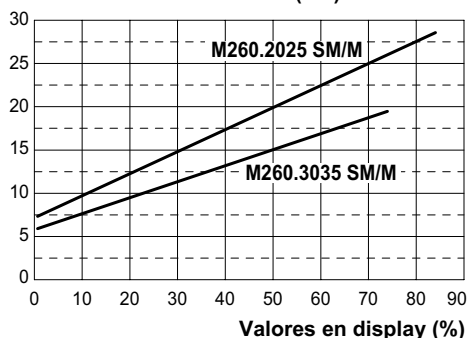
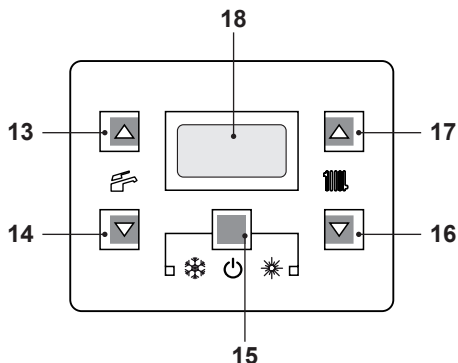
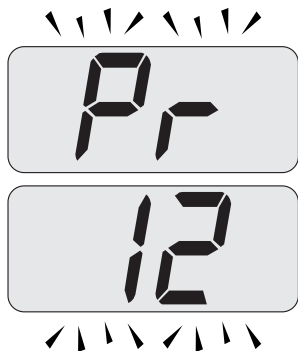

Figura 7.9
Figura 7.12
Figura 7.14
La regulación de la potencia útil en funcionamiento de calefacción es independiente de la configurada para el agua sanitaria. El gráfico de la Figura 7.9 muestra cómo varía la potencia útil de la caldera al modificarse el valor ajustado en la tarjeta de control.
- Entre en la "modalidad de programación" pulsando simultáneamente durante 10 segundos los botones 15 - 16 - 17 (Figura 7.12) hasta que aparezcan en la pantalla LCD las letras **Pr** alternadas con el código **01**, que indican la entrada en el "parámetro 01" (Figura 7.13).
- Desplace los parámetros mediante los botones 16 o 17 hasta que aparezcan en la pantalla LCD las letras **Pr** alternadas con el código **12**, que indican la entrada en el "parámetro 12" (Figura 7.14).
- Pulse simultáneamente los botones 15 y 17 (Figura 7.12) hasta que aparezca en la pantalla LCD el valor del parámetro 12 (Figura 7.15) (74 = M260.2025 SM/M o 84 = M260.3035 SM/M).
- Usando los botones 16 o 17 (Figura 7.12) se puede modificar el valor del parámetro 12 (consultese el gráfico Figura 7.9 para determinar el valor correcto en función de la potencia útil de calefacción).
- Pulsando el botón 15 (Figura 7.12) se confirma el valor introducido.
- Pulsando simultáneamente los botones 15 y 16 (Figura 7.12) se sale sin modificar el valor (se vuelve a la lista de parámetros Figura 7.14).
- Pulsando simultáneamente durante 10 segundos los botones 15 - 16 - 17 (Figura 7.12) se sale de la "modalidad de programación".